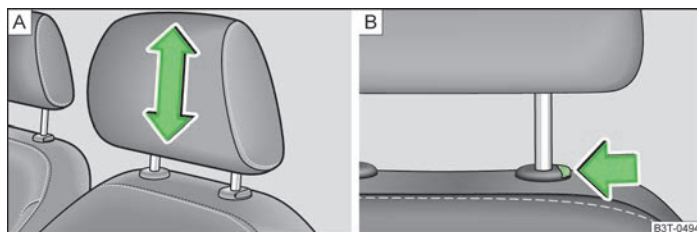

Fig. 58 Reposacabezas. Ajustar/desmontar
- Coger el reposacabezas por los lados con las dos manos y tirar a discreción de él hacia arriba » fig. 58 - A.
- Si se desea desplazar el reposacabezas hacia abajo, pulsar y mantener pulsada la tecla de seguro » fig. 58 - B con una mano, y con la otra mano el desplazar el reposacabezas hacia abajo.
- Pulsar la tecla del seguro en el sentido de la flecha » fig. 58 - B y extraer el reposacabezas.